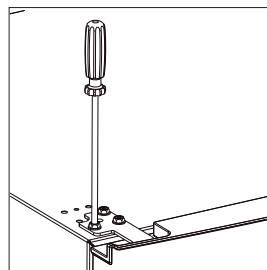

Fig. 15
- ▶ Spænd ikke skruerne helt fast endnu, da frysekabsdøren (7) stadig skal kunne justeres. Spænd først skruerne, når en ensartet lukning af frysekabsdøren (7) er mulig.
- ▶ Sæt en spændeskive på hængselstappen for det mellemste hængsel, og sæt køleskabsdøren (2) på hængselstappen.
- ▶ Anbring nu køleskabsdøren (2) på det mellemste hængsel (6), ved at du placerer udsparringen nede på køleskabsdøren (2) på hængselstappen.
- ▶ Fastgør ligeledes det øverste hængsel med skrue (fig. 15).